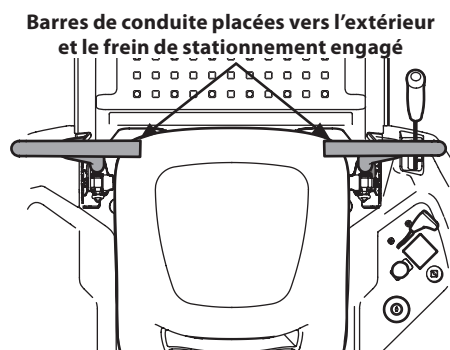

Figure 25
1. Asseyez-vous et assurez-vous que les deux barres de conduite sont poussées à fond vers l'extérieur pour engager le frein de stationnement. Voir Figure 25. Veuillez consulter la section Première utilisation pour des instructions détaillées.